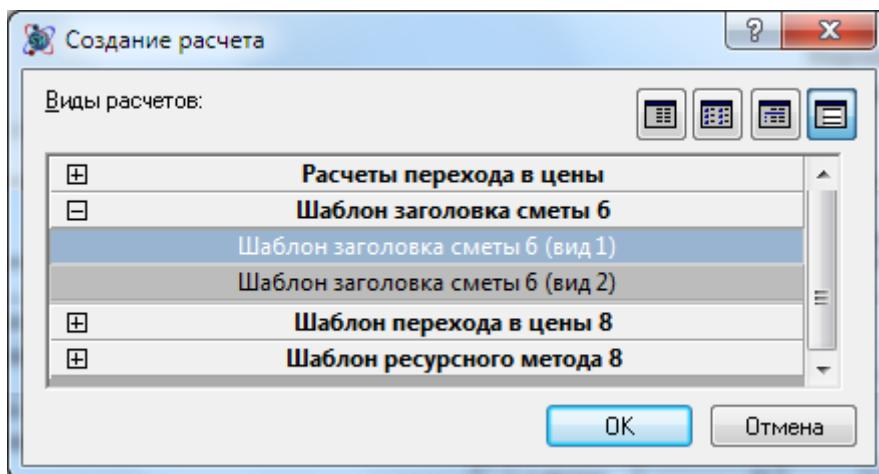

Рис. 6.59 Шаблон заголовка
2. В диалоговом окне *Создание расчета* выбрать расчет из группы Шаблон заголовка сметы/акта (рис. 6.59) и нажать на кнопку OK.